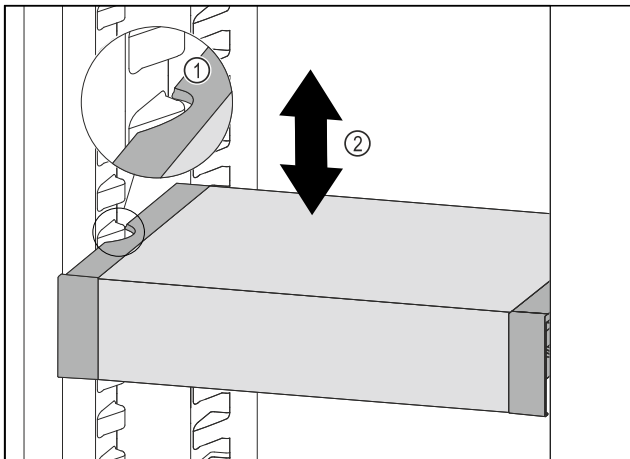

Fig. 35
- ▶ Tire del VarioSafe hacia delante hasta que las cavidades laterales del VarioSafe estén al mismo nivel que la ranura del recipiente en el compartimento frigorífico. Fig. 35 (1)
- ▶ Mueva el compartimento VarioSafe hacia arriba o hacia abajo en el compartimento frigorífico hasta que alcance la altura deseada. Fig. 35 (2)